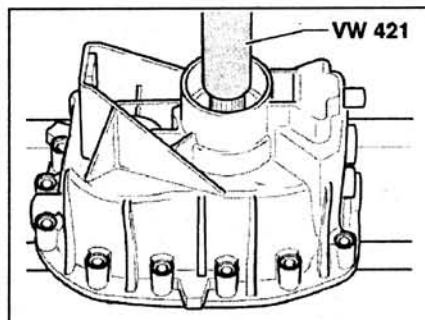

Рис. 4.41. Выпрессуйте промежуточный и вторичный валы вместе со штоками переключения передач из корпуса коробки передач с помощью съемника VW421.
15. С помощью съемника VW421 выпрессуйте промежуточный и вторичный валы вместе со штоками переключения передач из корпуса коробки передач (рис. 4.41).